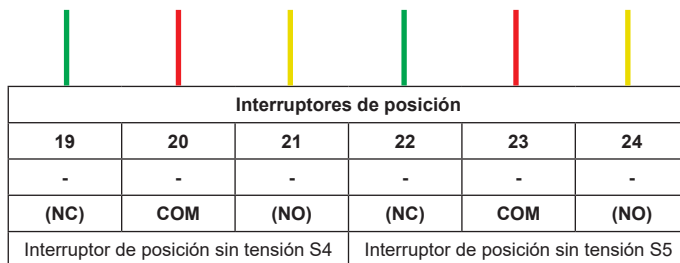

Fig. 11 Esquema de terminales del interruptor de recorrido auxiliar
- Configure y conecte los interruptores al sistema de control tal y como se muestra en la Fig. 11 Esquema de terminales del interruptor de recorrido auxiliar
- Conecte el mazo de cables desde el interruptor S4 a los terminales 19-21 y el interruptor S5 a los terminales 22-24 tal y como se muestra en la Fig. 11 Esquema de terminales del interruptor de recorrido auxiliar
- La configuración de los interruptores del sistema de control también se muestra en la Fig. 11 Esquema de terminales del interruptor de recorrido auxiliar